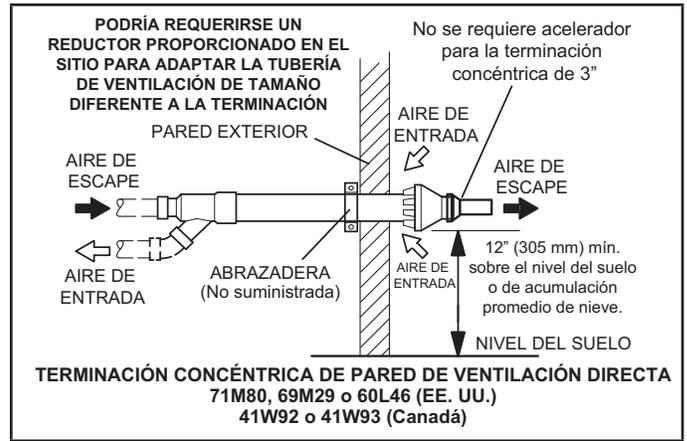

FIGURA 41
- 8 - Una instalación de calefactores múltiples puede utilizar un grupo de hasta 4 terminaciones ensambladas juntas horizontalmente, como se muestra en la Figura 41.